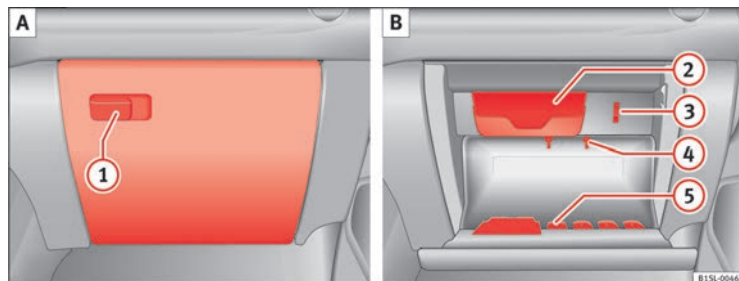

Fig. 73 Vide-poches à couvercle côté passager.
Tirez sur la poignée pour *ouvrir* ⇒ fig. 73 ①.